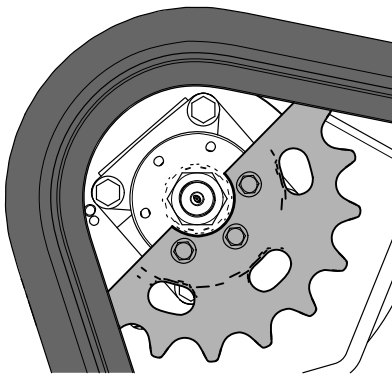

Figura 29
11. Mueva el control de tracción hacia delante hasta que la otra mitad del piñón de arrastre no esté acoplado con la oruga (Figura 29).